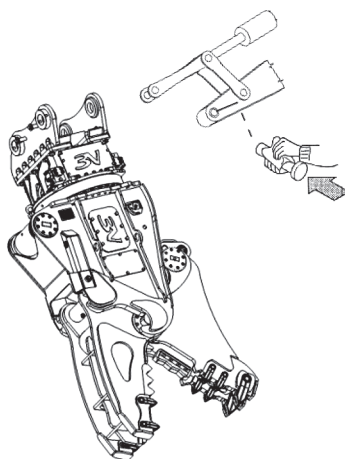

Рис. 4.4.2
- Вставьте первый палец, проверив его соосность и закрепив с помощью соответствующего крепежа (винты, шпильки и пр.) (Рис. 4.4.2).